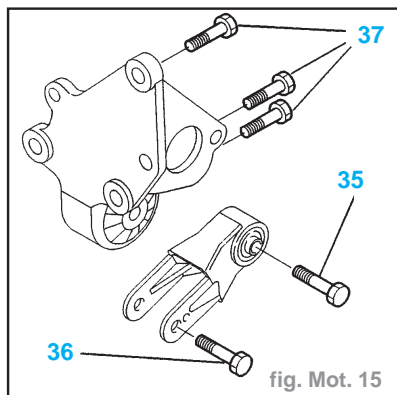

fig. Mot. 15
- (27) fixation de cale élastique sur support **6**
- (34) fixation support de cale élastique sur caisse **2,7**
- (35) fixation biellette anticouple (fig. Mot. 15) **5**
- (36) fixation biellette sur cale élastique anticouple **3,5**
- (37) fixation de cale élastique anticouple **4,5**